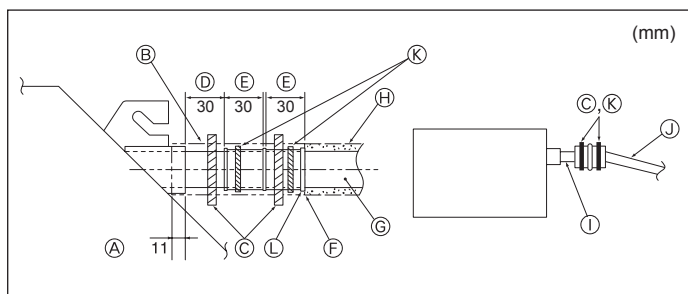

Fig. 3-5
- Raccorder la prise d'écoulement (fourni avec l'appareil) au port de drainage. (Fig. 3-5) (Apposer le tube à l'aide de ruban adhésif en PVC puis le fixer avec une sangle.)